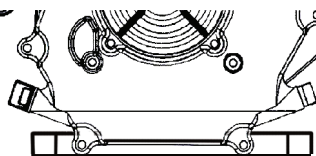

рис. 3
7.2.2 Залейте в горловину масло до нижнего края заливного отверстия (рис. 3). Проверьте уровень масла.
ную ёмкость. После прекращения истечения масла установите пробку на штатное место и затяните. Залейте масло в горловину, удалив шуп 11 (рис. 1) до нижнего края заливного отверстия (рис. 3). Проверьте уровень масла.